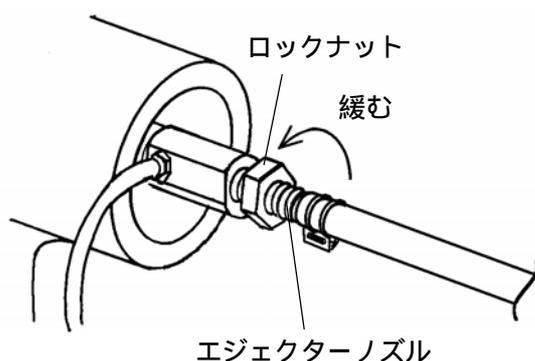

図12-2
(1) 13mmスパナでロックナット(11615)を緩め、エジェクターノズルを一旦いっぱいまで締め込んだ後、ノズピース先端の吸引力を指先で確認しながらエジェクターノズルを徐々に緩めていき、吸引力が最大になる位置に調整してください。(図12-2)